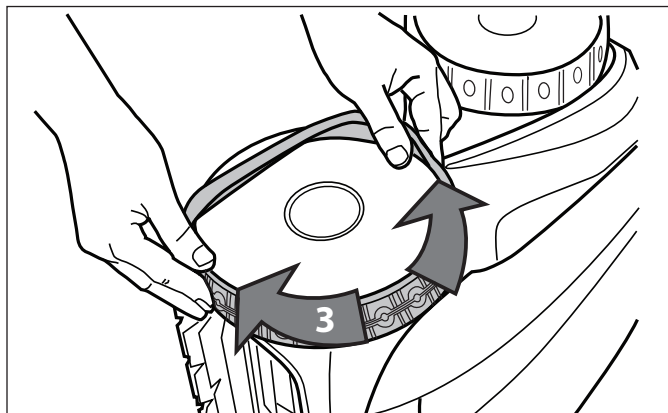

Figura 37. Meta el neumático en la rueda
5. Meta el neumático en la rueda y verifique que la costilla de la llanta este en la posición correcta con la ranura de la rueda. Vea la Figura 37.